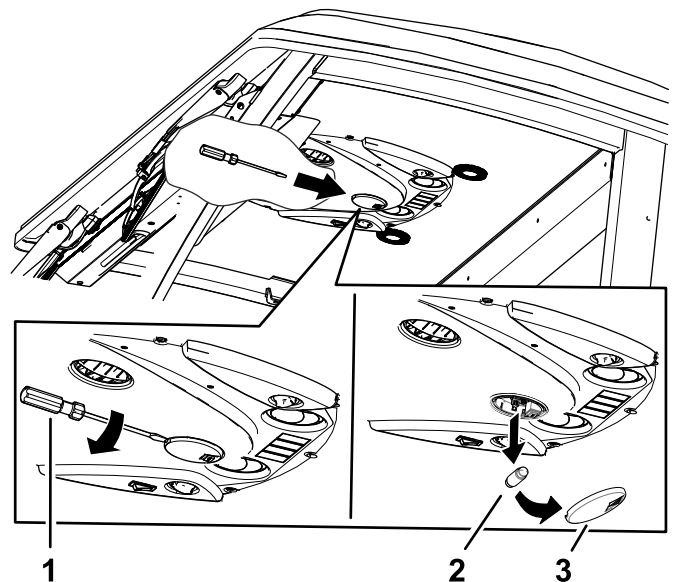

Figure 86
- Avec un tournevis, enlevez le verre du panneau de commande (Figure 86).
- Retirez l'ampoule du culot (Figure 86).